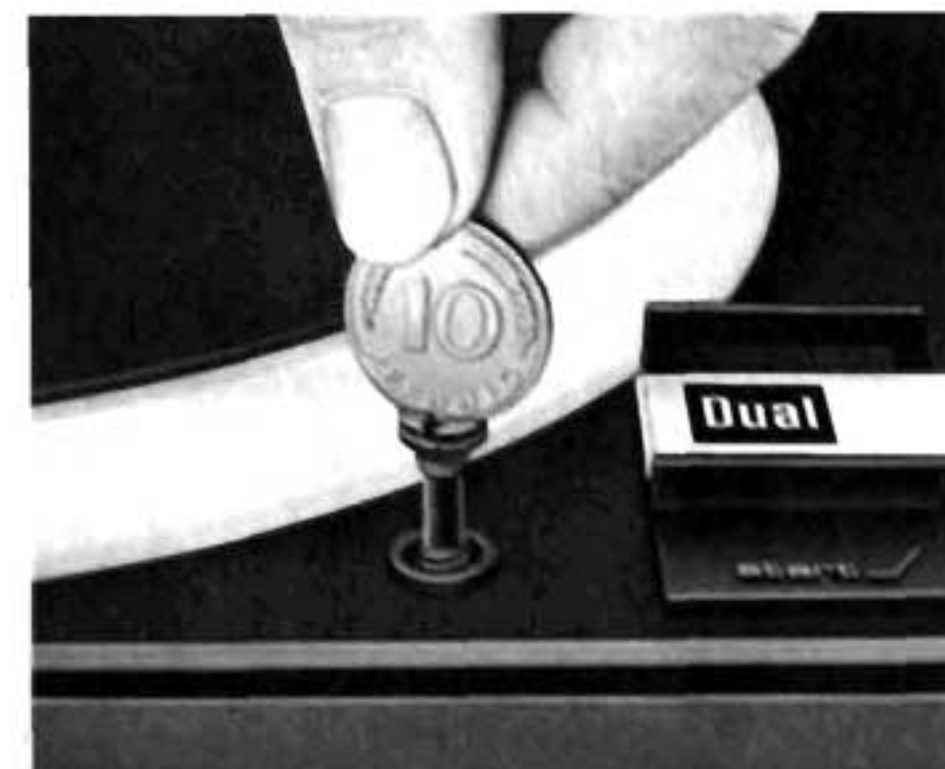
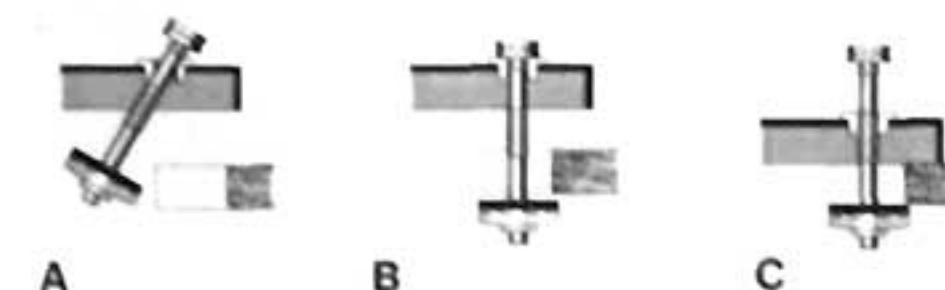

Fig. 1
Fig. 2
Entfernen Sie die mit einem roten Streifen markierte Sicherungsschraube des Plattenspielers und lösen Sie die Transportsicherungsschrauben (17) durch Drehen im Uhrzeigersinn (Fig. 1), bis sie ca. 15 mm tiefer rutschen. Entfernen Sie die Schutzsegmente des Plattentellers und ziehen Sie die Transportsicherungsschrauben – durch Weiterdrehen im Uhrzeigersinn – fest. Damit ist der Plattenspieler für die Spielstellung federnd gelagert (Fig. 2 B).
Veuillez enlever l'emballage et les feuilles protégeant le plateau pendant le transport. Lisez la fiche d'indications avant de la retirer. Retirez la vis de sécurité repérée par un trait rouge sur la platine et dévissez les vis de sécurité pour le transport (17) (Fig. 1) en tournant dans le sens horaire jusqu'à ce qu'elles s'enfoncent d'environ 15 mm. Retirez les segments de protection du plateau et serrez les vis de sécurité en continuant à tourner dans le même sens. Maintenant, la platine, ainsi fixée dans sa suspension élastique, est prête à fonctionner (Fig. 2 B).
Remove the safety screw of the turntable (marked by a red stripe) and loosen the transit safety screws (17) by turning them clockwise (Fig. 1) until they slide downward (about 15 mm) releasing the chassis from the base. Remove the securing pads between the chassis and the platter. Then continue turning the safety screws clockwise to tighten the screws. The turntable is now in spring-supported position required for play position (Fig. 2 B).
Aanwijzingen op het apparaat volgen en deze daarna met de verpakkingfolie verwijderen. Verwijder de met een rood label gemerkte beveiligingsschroef van de platenspeler en draai de transportschroeven (17) kloksgewijs los (Fig. 1) tot ze ca. 15 mm naar beneden vallen. Verwijder de beschermsegmenten van het plateau en draai de transportschroeven vast door ze kloksgewijs verder te draaien (Fig. 2 B).
Teneinde de transport-borgschroeven (Fig. 1) los te draaien, draait U deze rechtsom naar beneden, tot ze ca. 15 mm naar beneden vallen. Daarna nog weer even verder draaien, waardoor ze vastgezet worden (Fig. 2 B).
Separe el tornillo de seguridad del tocadiscos marcado con una tira de color rojo y afloje los tornillos de seguridad para el transporte (17) (Fig. 1) girándolos en sentido de las manecillas del reloj hasta que caigan aproximadamente 15 mm. Separe luego segmentos de fijación del plato y apriete los tornillos de seguridad para el transporte girándolos otra vez en sentido de las manecillas del reloj. De esta forma queda el tocadiscos suspendido elásticamente, es decir en posición de funcionamiento (Fig. 2 B).
Avlägsna den med röd remsa markerade låsskruven på skivspelaren. Lossa transportsäkringsskruvarna (17) (Fig. 1) genom att vrida dem medurs tills de "faller ner" cirka 15 mm. Fortsätt därefter att skruva i samma riktning så långt det går. Avlägsna plastsegmenten under skivtallriken. Härmed är skivspelaren fjädrande upphängd (Fig. 2 B).